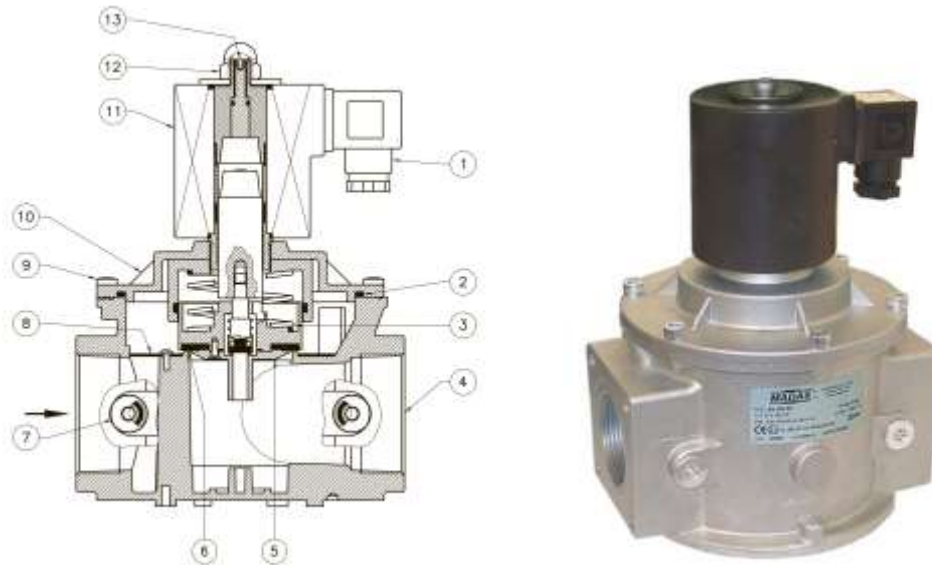

Рис. 2
Клапан рис. 2 состоит из: электрический коннектор (1); верхнее уплотнительное кольцо (2); пружина запирающего механизма (3); корпус (4); затвор (5); манжета затвора (6); заглушка (7); фильтрующая сетка (8); винты крепления крышки (9); крышка (10); электромагнитная катушка (11); гайка крепления электромагнитной катушки (12); винт регулировки расхода (13).